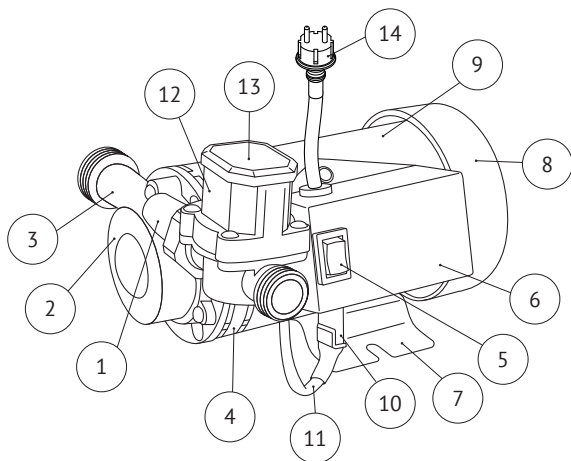
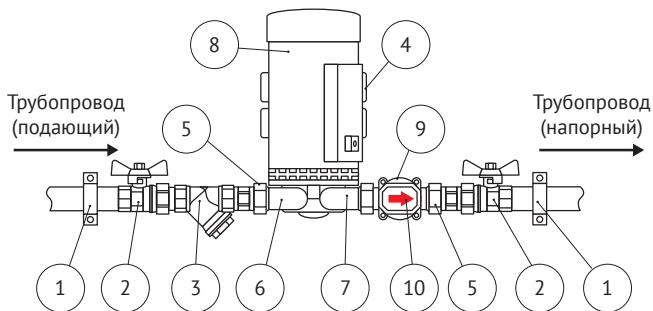

Рис. 2
Рис. 4
Общее устройство насосов серии WIP показано на рис. 2.
Типовая схема монтажа насоса на трубопроводе системы показана на рис. 4. Соединение насоса 8 с трубопроводом производится с помощью входящих в комплект соединительных элементов 5 (см. также Раздел 2 «Комплект поставки»). При монтаже соблюдайте направление движения перекачиваемой среды (вращения рабочего колеса), указанное стрелками на корпусе электродвигателя и защитной крышке датчика потока 10 (см. также рис. 2, поз. 13).
Для подключения датчика потока необходимо вставить штекер в разъём на корпусе пускового устройства (рис. 2, поз. 6, 10, 11, 12).
Перед включением вилки в розетку (рис. 2, поз. 14) проверьте напряжение в питающей электрической сети и контролируйте его в процессе дальнейшей эксплуатации насоса. Работа с пониженным напряжением ведёт к снижению напорно-расходных характеристик насоса и повышению рабочего (номинального) тока.
Насос может работать в двух режимах: ручном и автоматическом. Выбор режима работы осуществляется с помощью трёхпозиционного переключателя, расположенного на крышке пускового устройства (рис. 2, поз. 5).
Принцип работы датчика основан на взаимодействии магнита, встроенного в шторку, и герконового выключателя, расположенного в герметичном корпусе (рис. 2, поз. 12 и рис. 76). Магнит, приближаясь к герконовому выключателю приводит к замыканию цепи и включению насоса. Отдаляясь, магнит перестает действовать, цепь размыкается и насос выключается.
1. Откройте запорную арматуру на входе и выходе насоса (рис. 4, поз. 2);
Также необходимо регулярно выполнять проверку и очистку фильтра грубой очистки (рис. 4, поз. 3). Интервал проверок устанавливается в зависимости от интенсивности накопления загрязнений.